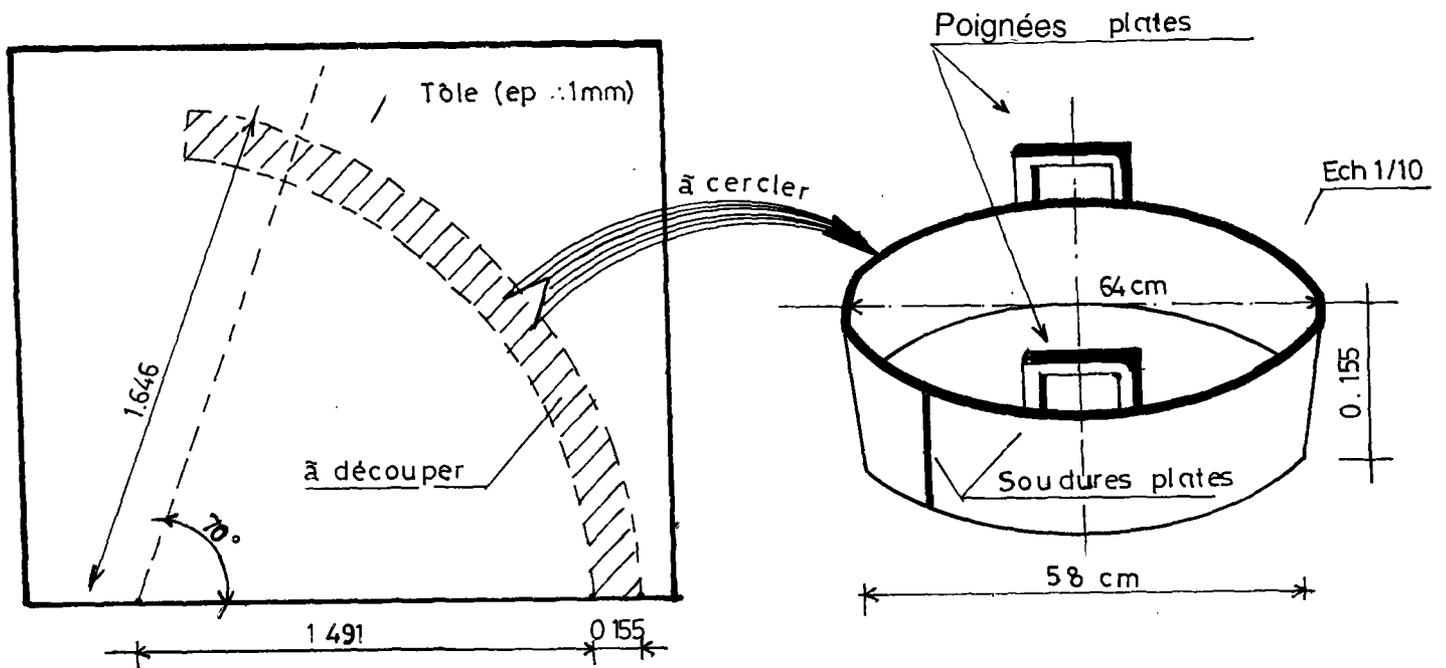

Figure 16 :
- ☛ Un moule est nécessaire pour la fabrication du couvercle du digesteur. Il est fabriqué dans un atelier à partir d'une tôle plane comme dessiné à la Fig 16.